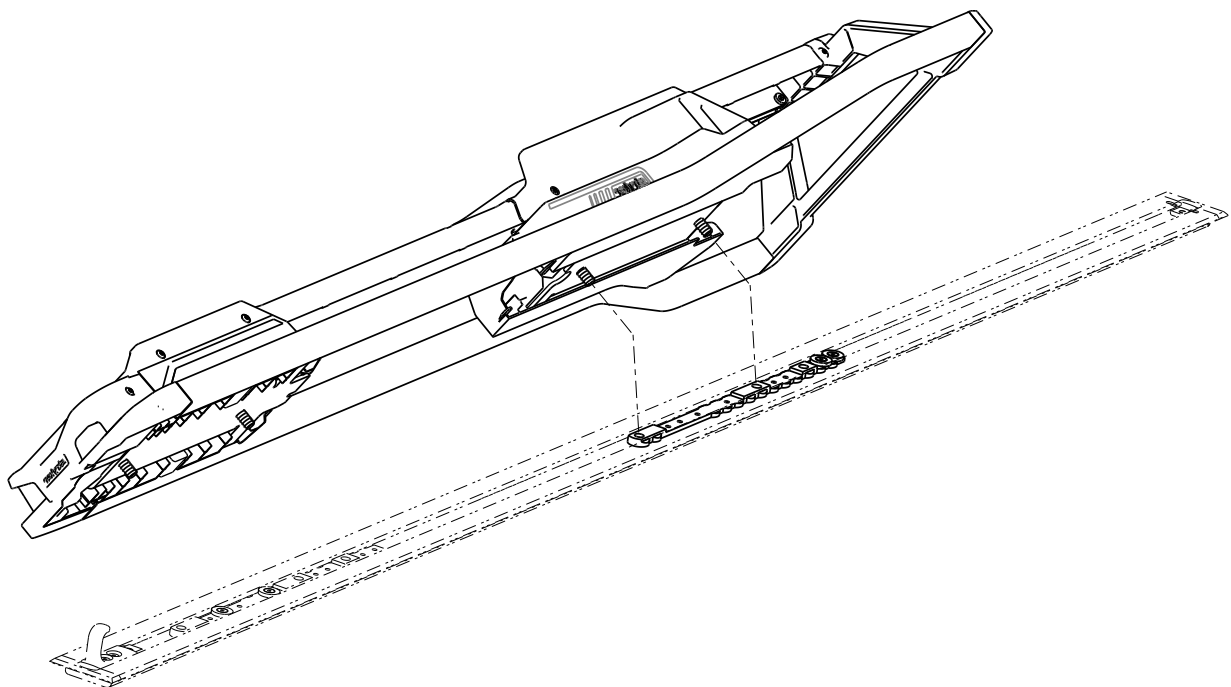

Рисунок 11 – Выравнивание Performance-LOAD
1. Поместите **Performance-LOAD** на напольную пластину. Совместите два болта на головном конце с двумя отверстиями в планке (Рисунок 11).